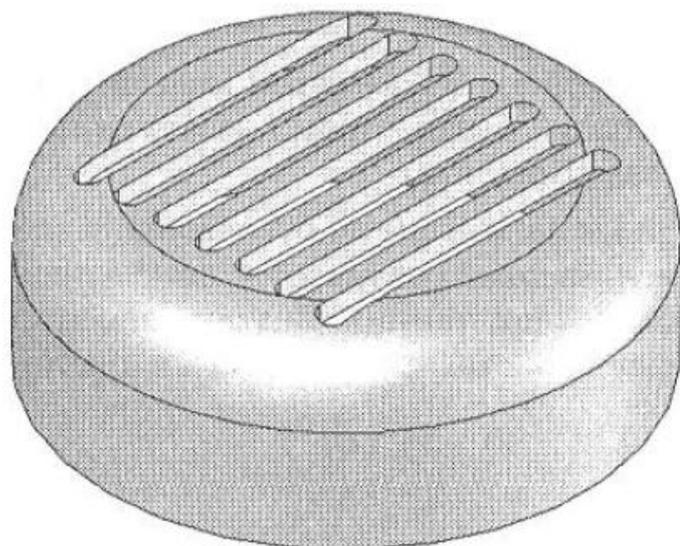

Рис. 4.34. модель для размножения вырезов
7. Размножьте вырез, используя инструмент Linear Pattern (Линейный массив), как показано на рис. 4.34.
5. Теперь, используя инструмент Linear Pattern (Линейный массив), создайте группу вырезов. Вы можете выбрать размер 18 для задания направления размножения. Модель, полученная после создания группы вырезов, приведена на рис. 4.34.